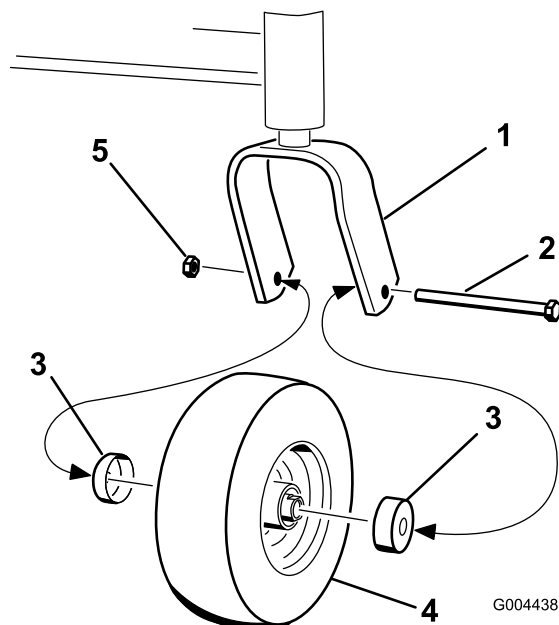

Figure 25
4. Retirez l'écrou et le boulon de fixation de la roue pivotante à la chape pivotante avant (Figure 25).
5. Déposez le protège-joint du moyeu de roue (Figure 25).
17. Posez les protège-joints sur les moyeux, puis insérez la roue dans chape pivotante (Figure 25).
18. Montez le boulon et serrez l'écrou (Figure 25).